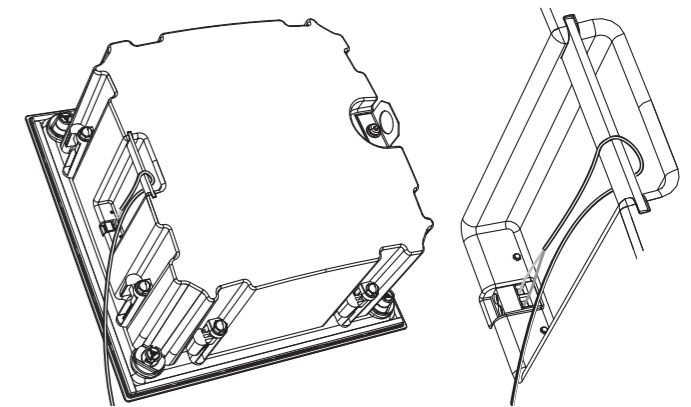

Fig. 15. Wiring the back can
3. Högtalarkabeln kan lindas runt stången nära skruvanslutningarna på den bakre burken (fig. 15).